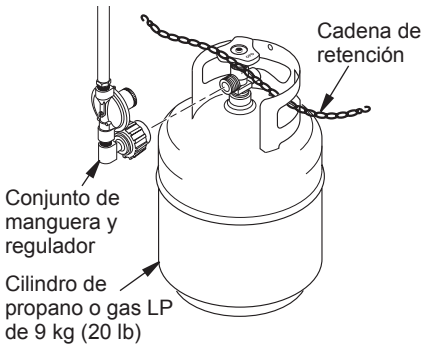

**Figura 11 - Conjunto de pasamanos de protección (la parte superior y los deflectores se eliminaron para propósitos de claridad)**
18. Deslice las abrazaderas de soporte a través de los pasamanos de protección como se muestra en la figura 11. Asegúrese de que las abrazaderas se curven hacia abajo.
19. Inserte los pasamanos de protección en los orificios de los pilares de soporte (consulte la figura 11). Los pasamanos de protección entran completamente en los pilares de soporte. Fije 1 tuerca (G) a los extremos de los pasamanos de protección como se muestra en la figura 11.
20. Fije las abrazaderas de soporte a la parte inferior del deflector utilizando 2 tornillos (F) en cada una como se muestra en la figura 11.